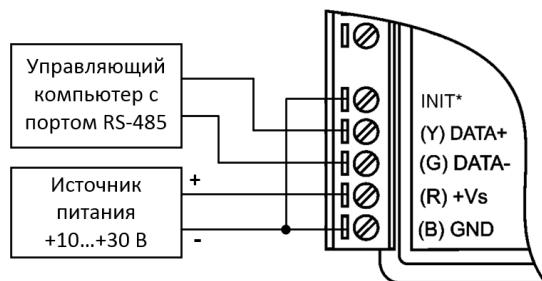

Рис. 5.5. Соединение вывода INIT\* с "землей" для перехода в режим Init
- установить переключку между выводами INIT\* и GND в соответствии с рис. 5.5;